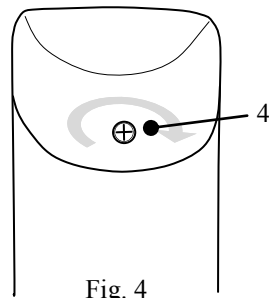

Fig. 4
- 4 - Avvitare la vite (Fig. 4) e mettere il motore sotto carica.
- 4 - Aparafusar o parafuso (Fig. 4) e pôr o seu motor a carregar.
- 4 - Dokręcić śrubę (Rys. 4) i obciążać silnik.
- 4 - Die Schraube (Abb. 4) wieder anschrauben und den Motor aufladen.
- 4 - Dra åt skruven (bild 4) och sätt din motor på laddning.
- 4 - Schroef de schroef (fig. 4) terug en plaats uw motor in de oplader.
- 4 - Привинтите винт (рис. 4) и поставьте мотор на зарядку.